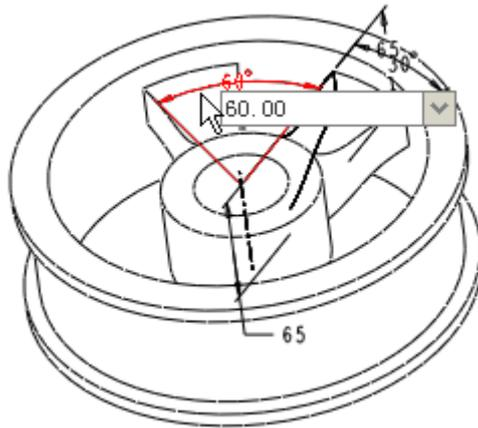

图 53-17
- (1) 在模型树中（或在模型中）选中步骤 6 复制的特征，单击 ，打开阵列特征操控板。
- (2) 选择角度尺寸“60°”作为阵列方向的尺寸，在弹出的文本框中输入角度尺寸增量为“60”，如图 53-17 所示。